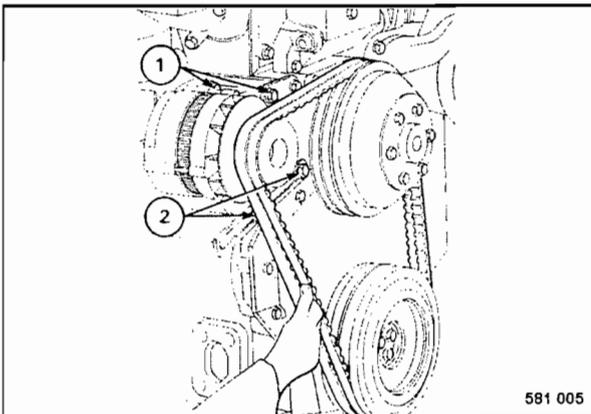

Fig. 71
- Soltar ligeramente los tornillos de fijación 1 y 2 (Fig. 71).